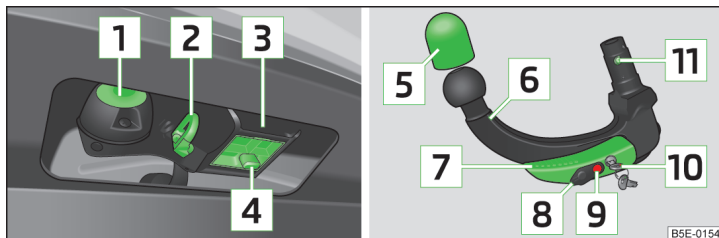

Fig. 153 Suportul dispozitivului de tractare / tija cuplei
**Descrierea imaginii » fig. 153**
- Trageți capacul 4 » fig. 153 la pagina 167 în jos.
- Introduceți capacul de protecție **4** » fig. 153 la pagina 167 pe locașul de fixare.